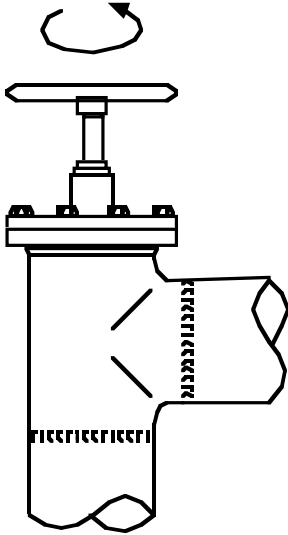

Fig. 5
1. Backseating (fig.5): To backseat the valve, turn the spindle anticlockwise until the valve is fully open.
1. Bagudtætning (fig. 5): Ventilen bagudtættes ved at dreje spindlen mod urets retning, indtil ventilen er helt åben.
1. Rücksitzdichtung (Fig. 5): Das Ventil kann rücksitzgedichtet werden durch Drehen der Spindel gegen den Uhrzeigersinn bis an voll geöffnete Position des Ventils.
1. Cierre hacia atrás (fig. 5): La válvula se cierra hacia atrás, girando el vástago en el sentido contrario de las agujas del reloj hasta que la válvula esté totalmente abierta.